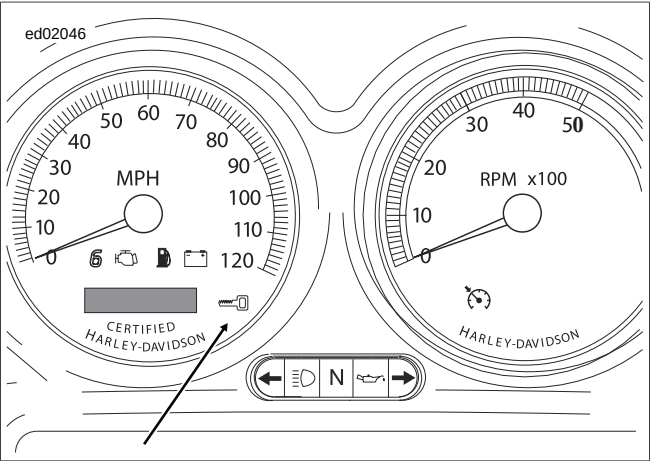

Figura 3-8. Luz de seguridad (ícono de llave, típico)
- Vea Figura 3-8. Cuando el interruptor se gira a IGNITION (encendido), la luz de seguridad se ilumina durante aproximadamente cuatro segundos y después se apaga.